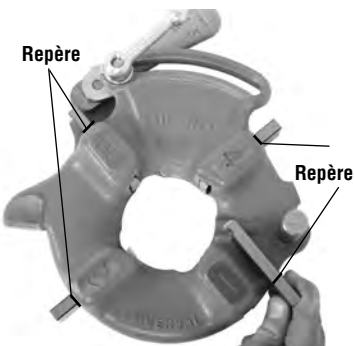

Figure 6 – Insertion des filières
4. Relevez la languette de la rondelle pour l'écartier du sillon de la barre calibrée. Amenez la rondelle jusqu'au bout du sillon (Figure 6).
6. Introduisez les filières appropriées dans la tête de filière avec leurs chiffres en haut jusqu'à ce que le repère se trouve à fleur du rebord de la tête de filière (Figure 6). Les chiffres des filières doivent correspondre à ceux des logements de la tête de filière. Remplacez le jeu de filières au complet et ne mélangez pas les filières d'un jeu avec celles d'un autre.